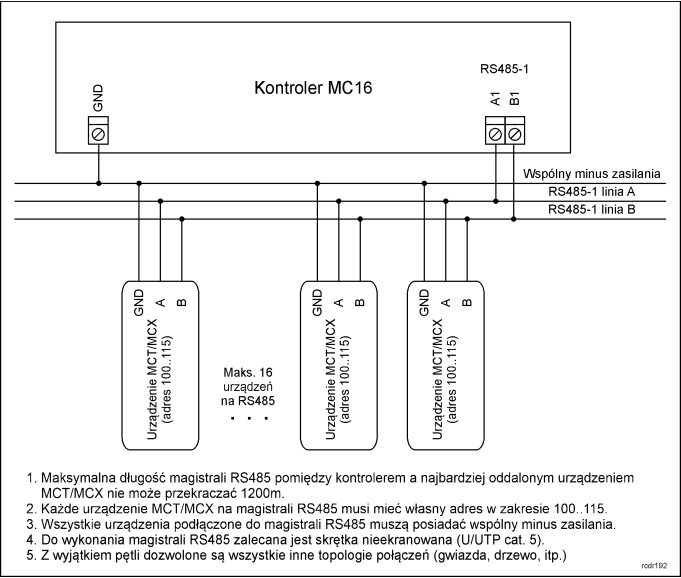

Rys. 3 Sposób otwarcia obudowy panelu MCT82-FK i lokalizacja styków serwisowych
Uwaga: Zdalne konfigurowanie urządzenia z programu VISO v2 możliwe jest wyłącznie wtedy, gdy założona jest zworka na styki MEM (rys. 3). Usunięcie zworki ze styków MEM blokuje możliwość zdalnej zmiany nastaw panelu, w tym jego adresu. W fabrycznie nowym urządzeniu styki MEM są zwarte.
W systemie RACS 5 v2 panel może zostać zainstalowany w miejscu docelowym bez konieczności jego wcześniejszej konfiguracji. Zgodnie z notą aplikacyjną AN006 zarówno ustawienie jego adresu, jak i skonfigurowanie innych jego opcji może być wykonane za pomocą programu zarządzającego systemem kontroli dostępu VISO v2 bez dostępu do styków serwisowych (rys. 3) panelu.
2. Zdejmij zworkę ze styków MEM (rys. 3) jeżeli jest założona.
2. Załóż zworkę na styki FDM (rys. 3).